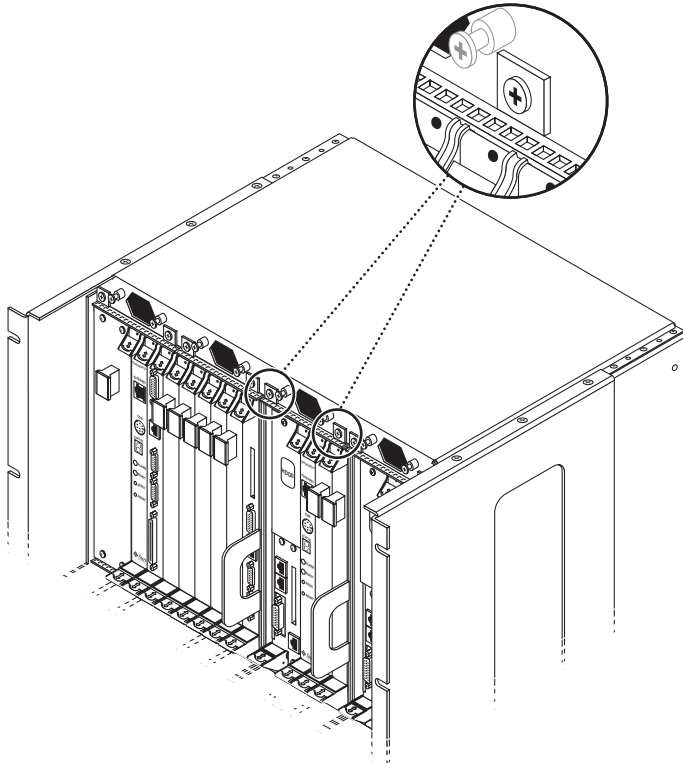

图 2-9 松开 Netra ct 400 服务器顶部的螺钉
- 如果您要拆除 Netra ct 400 服务器，请松开服务器顶部的*两个*黑色固定螺钉（图 2-9）。